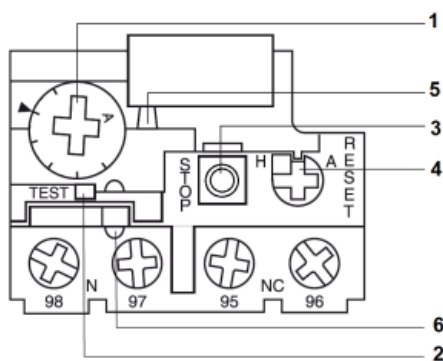

Рисунок 4. Устройство реле теплового LRE
1.6.1 Реле представляет собой моноблочную конструкцию (рисунок 4) и имеет втычное исполнение для подсоединения к контакторам серии LC1E.